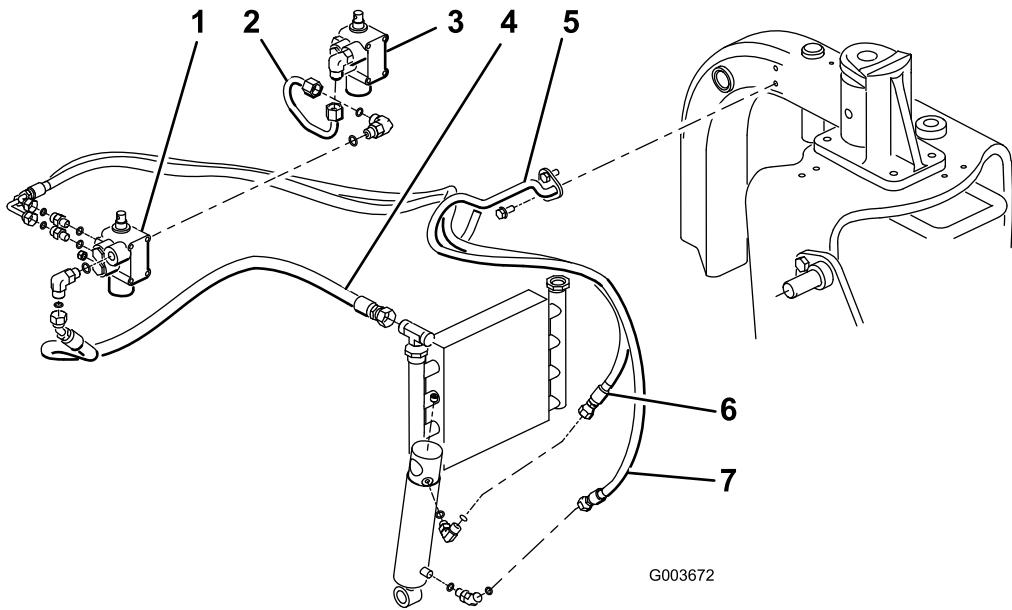

Figura 14
Nota: Para minimizar a perda de óleo ao remover o tubo hidráulico, tenha preparada a mangueira de substituição ou tampa do encaixe do refrigerador utilizando uma das tampas protectoras de envio removidas da montagem do tubo, artigo número 108-8447 (Figura 14).
4. Ligue a montagem de tubos, artigo número 108-8447, ao encaixe de 90 graus do lado esquerdo da nova válvula e o encaixe vago na válvula de elevação existente (Figura 14).
5. Ligue a extremidade de 45 graus do encaixe do tubo hidráulico, artigo número 108-8449, ao encaixe de 90 graus do lado direito da válvula e a extremidade recta do tubo ao encaixe do refrigerador de óleo (Figura 14). Consulte Figura 15 e Figura 16 para encaminhamento do tubo.
6. Monte o suporte do tubo no tubo da estrutura esquerda com 2 parafusos auto-rosantes (5/16 x 3/4 polegada) (Figura 14).
7. Ligue a extremidade do encaixe curto de 90 graus do tubo hidráulico, artigo número 108-8453, ao encaixe recto superior na parte de trás da válvula. Encaminhe o tubo através do suporte do tubo e ligue a extremidade recta do tubo ao encaixe superior do cilindro hidráulico (Figura 14). Consulte Figura 15 e Figura 16 para encaminhamento do tubo.
8. Ligue a extremidade do encaixe longo de 90 graus do tubo hidráulico, artigo número 108-8454, ao encaixe recto inferior na parte de trás da válvula. Encaminhe o tubo através do suporte do tubo e ligue a extremidade recta do tubo ao encaixe inferior do cilindro hidráulico (Figura 14). Consulte Figura 15 e Figura 16 para o encaminhamento dos tubos. Certifique-se de que os tubos são encaminhados de forma a que fiquem afastados de quaisquer componentes afiados, quentes ou em movimento.